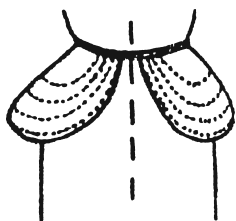

Рис. 794
Это изделие на рис. 794 можно выполнить с помощью гибкого прута, который дает эффект умеренного объема без излишней толщины.
4. Приложите накладки «корзинка» на фигуру и определите, подходят ли они для модели платья (рис. 794).